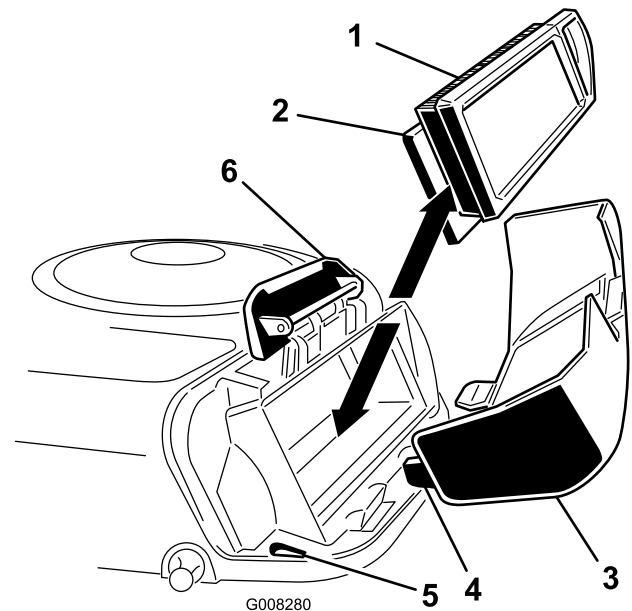

Figure 22
4. Sortez avec précaution les éléments en papier et en mousse du carter de ventilateur (Figure 22).
2. Placez les languettes du couvercle du filtre à air en face des fentes du carter de ventilateur (Figure 22). Accrochez la poignée sur le couvercle et appuyez dessus pour verrouiller le couvercle en place.